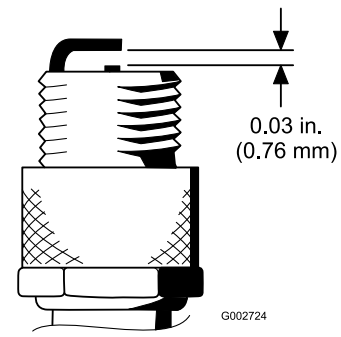

Bild 19
4. Stellen Sie den Abstand zwischen der Mittel- und der Masseelektrode auf 0,76 mm ein (Bild 19). Schrauben Sie eine Zündkerze mit korrektem Elektrodenabstand in den Zylinderkopf ein und ziehen sie auf 23 Nm fest. Wenn Sie keinen Drehmomentschlüssel benutzen, ziehen Sie die Kerze fest an.